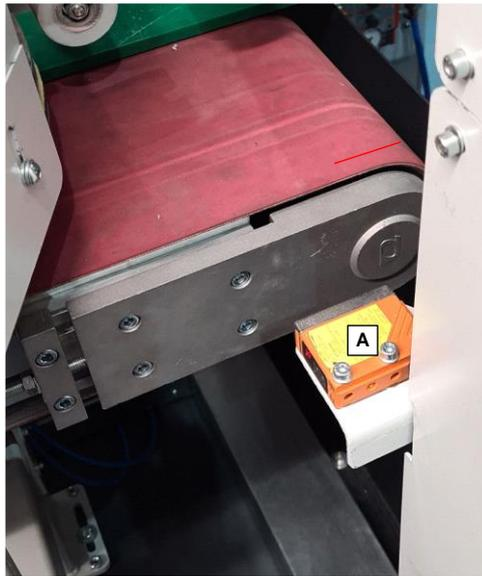

Abb. 3.3.21.1
- Abbildung 3.3.21.1 zeigt den optischen Laser-Distanzsensor (A), der am Maschineneingang zur Erkennung der Anwesenheit des Werkstücks installiert ist. Es wird empfohlen, die Sensorlinsen zu reinigen. Achtung: Verwenden Sie zur Reinigung der Sensoren keine aggressiven Reinigungsmittel (Lösungsmittel, Aceton, Benzol usw.), die den Sensor zerstören könnten. Ein sauberes Tuch reicht aus. Die korrekte Kalibrierung des Einlaufensors in Verbindung mit der elektronischen Geschwindigkeitsregelung der Umrichter, die die Vorschubmotoren der beiden Antriebsriemen im Inneren der Maschine steuern, ermöglicht es, die oberen und unteren Schleifteller nacheinander ein- und auszufahren, wodurch die Integrität der Kante erhalten bleibt und ein Abschleifen vermieden wird